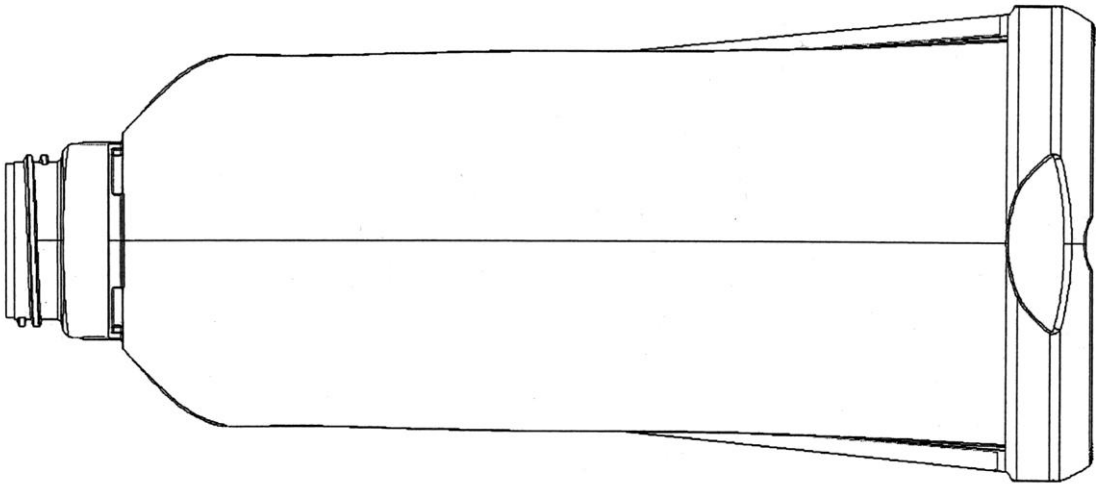

Fig. 9
- fig. 9 - odmianę 2 butelki w widoku z lewego boku,